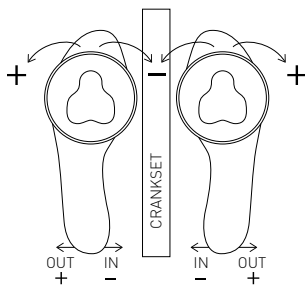

Fig. 8.2
8. Le disque du rapporteur a une échelle graduée des deux côtés. S'il n'y a pas de rotation, centrez le point 0 avec le rayon laser pour ajuster correctement le taquet. Au lieu de cela, si l'application Web indique la nécessité de tourner le taquet, faites-le tourner en faisant coïncider les valeurs indiquées sur le disque des deux côtés (Fig. 8.1). En tournant le rapporteur vers l'extérieur de la chaussure (+), le talon de la chaussure s'éloigne de la manivelle. En tournant le rapporteur vers l'intérieur de la chaussure (-), le talon de la chaussure se rapproche de la manivelle (Fig. 8.2).